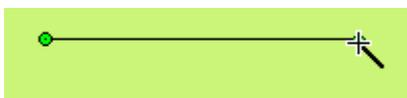

图 4-26 直线操作
- 把鼠标移到画面中的其他位置，此时系统会自动绘制出直线，鼠标移到用户所要绘制直线的另一端点的位置，再单击鼠标左键或者右键一次，这样就完成了直线的绘制，如图 4-26 所示：